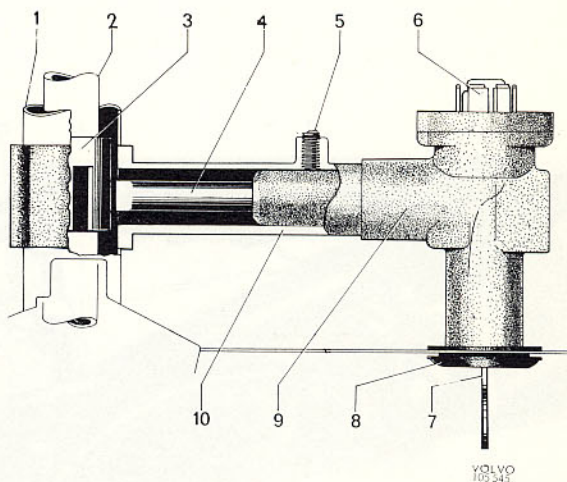

Bild 45. Rattlås, 1800
3. Demontera avdragsskruven (5 bild 45). Använd vinkelbormaskin och skruvutdragare. Skruvdiameter 8 mm.
4. Tryck in gummibussningen (8) och lyft fram rattlåset (9).
5. Sätt dit det nya låset och gummibussningen. Montera skruven (5) så att den just bottnar. Kontrollera spärrfunktionen.